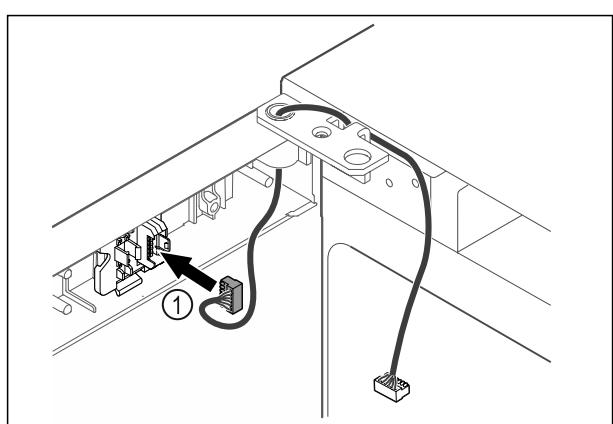

Fig. 64
► Вставити штекер Fig. 64 (1) в кріплення штекера.